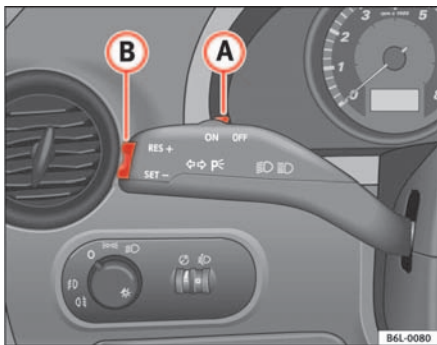

Abb. 106 Blinker- und Fernlichthebel: Schalter und Wippe für GRA
- Drücken Sie den unteren Teil der Wippe **SET** ⇒ Abb. 106 **(B)** einmal kurz, wenn die zu speichernde Geschwindigkeit erreicht worden ist.